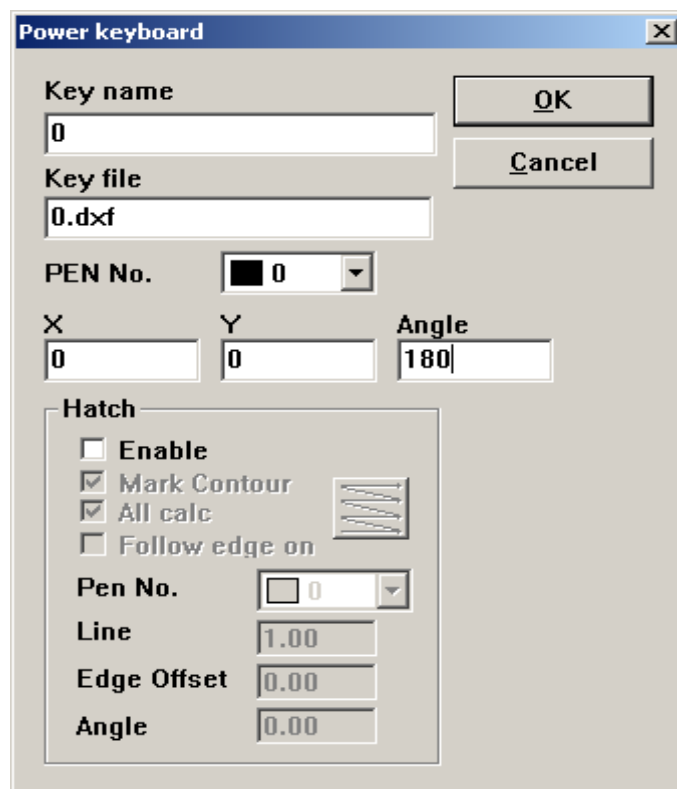

Рис. 8-21.
- 3) Нажмите «Add» (добавить), появится окно диалога, показанное на Рис. 8-21: